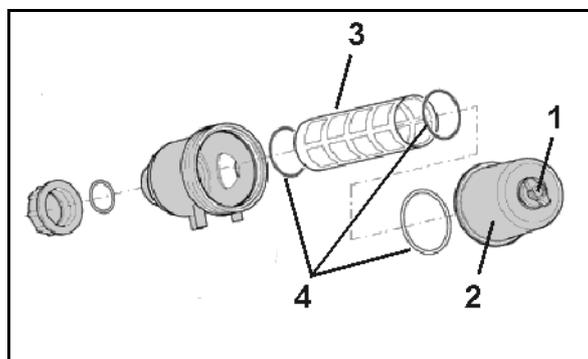

Fig. 126
Nettoyez le filtre d'aspiration (Fig. 126) tous les jours après la pulvérisation.
5. Desserrez la vis à ailettes (Fig. 126/1) du filtre d'aspiration.
6. Retirez le couvercle (Fig. 126/2).
7. Extrayez la cartouche filtre (Fig. 126/3) nettoyez la à l'eau.
8. Contrôlez le bon état des joints toriques (Fig. 126/4).
Vérifiez que les joints toriques sont bien en place (Fig. 126/4).